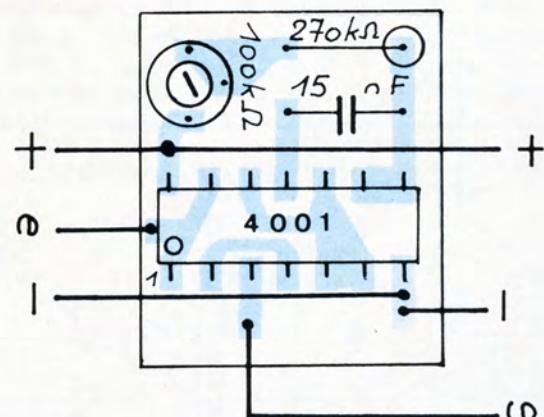

Fig. 4. – Pose des composants de l'inverseur de sens.
c) Pose des composants (voir fig. 4). On ne peut guère rêver plus simple ! Mais ne pas oublier cependant que les C.MOS ne